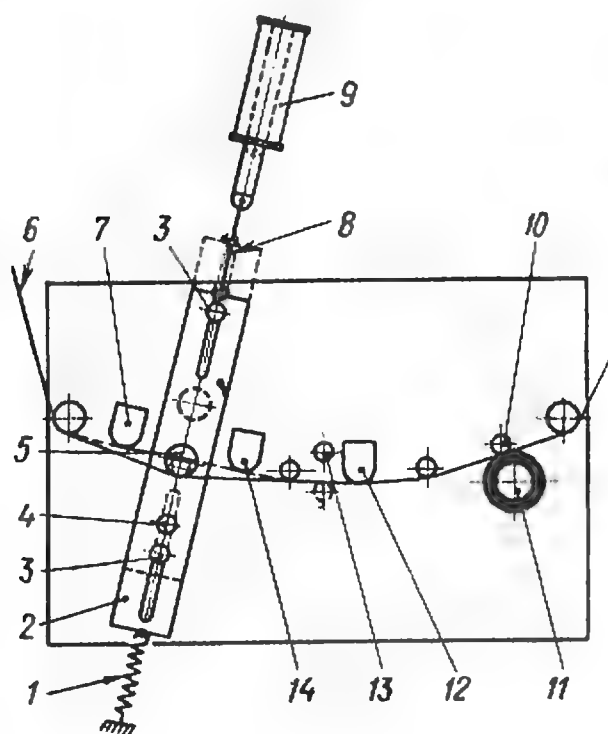

Рис. 3
Более простым устройство отвода ленты получается при использовании электромагнита (рис. 3), управляемого кнопкой «Запись». Во всех режимах, кроме записи, планка 2 занимает положение, показанное на рис. 3 сплошной линией, и установленный на ней направляющий ролик 5 не дает ленте войти в соприкосновение со стирающей (7) и записывающей (14) головками.
Иными словами, в режиме воспроизведения лента, приводимая в движение ведущим валом 10 и прижимным роликом 11, соприкасается только с воспроизводящей головкой 12. При нажатии на кнопку «Запись» срабатывает электромагнит 9 и через тягу 8 перемещает планку 2 вверх (по рисунку). Войдя до упора в направляющие 3, она останавливается. В этом положении направляющий ролик 5 отходит от ленты 6, а стойка 4 (также закрепленная на планке 2), наоборот, подходит к ней и создает необходимый угол обхвата ею головок 7 и 14. В исходное положение планку возвращает пружина 1. Стойка 13, как и в предыдущем устройстве, служит для отвода ленты в режимах «Стоп» и «Перемотка». При записи и воспроизведении она занимает положение, обозначенное на рис. 3 сплошной линией.